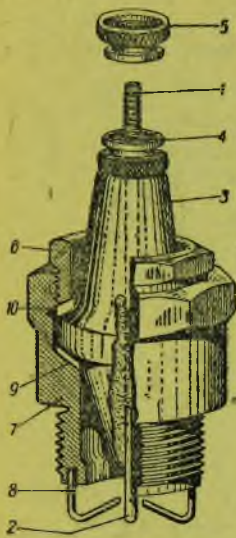

Рис. 138. Запальная свеча
О значении запальной свечи упоминалось уже выше. На рис. 138 дано изображение наиболее употребительной свечи «комсомолка», которой снабжаются отечественные стандартные мотоциклы. Основной и наиболее ответственной частью свечи является сердечник. Он состоит из стального стержня (1), заканчивающегося центральным электродом (2). Сердечник заключен в изолятор (3),